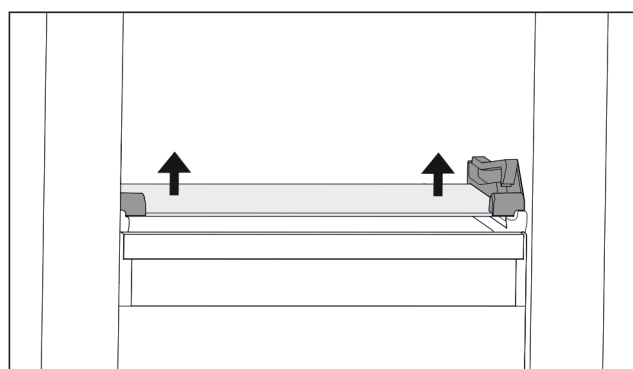

Fig. 108 Стеклянная пластина откидного выдвижного ящика
- ▶ Нажмите на стеклянную пластину снизу вверх с обеих сторон. (см. Fig. 108)